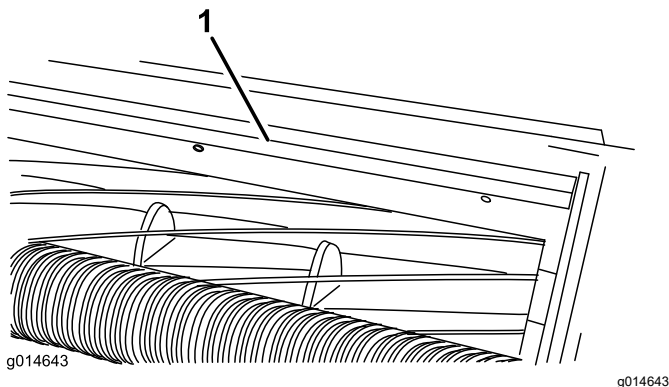

Figura 4
1. Slăbiți șuruburile care fixează bara superioară (Figura 4) de unitatea de tăiere.